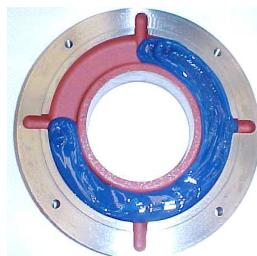

Рисунок 7.2. Внешняя крышка подшипника
- Заполните до $\frac{1}{3}$ емкостей внутренней и внешней крышек рекомендуемой смазкой (Рисунок 7.2) и смажьте подшипник качения надлежащим образом перед сборкой.